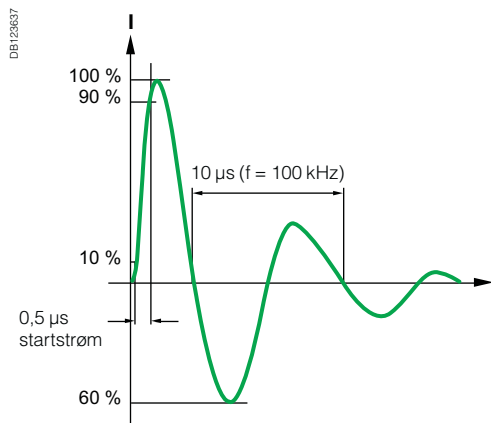

Fig. 1: 0,5 μ s/100 kHz normaliseret strømbølgeform
- Når en kondensator tændes, skabes der en transient indløbsstrøm svarende til den, der vises i fig. 1.